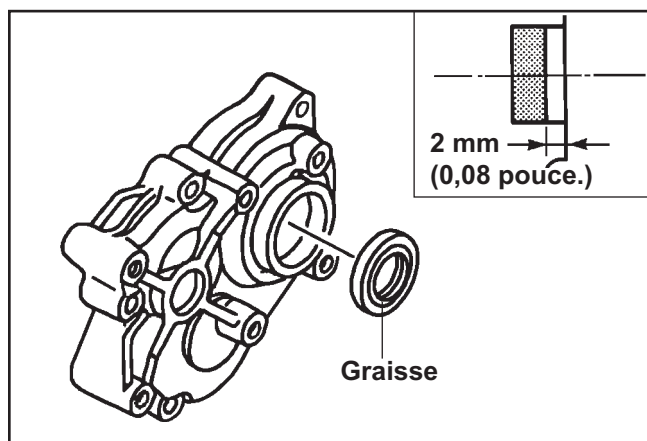

Figure 11-3. Installation du joint d'huile.
3. Utiliser un outil de montage et installer les joints d'huile du carter (numéros du fabricant visibles) dans le carter et la plaque de fermeture. Les joints doivent être installés à une profondeur de 2 mm (0,080 pouce) sous la surface extérieure. Voir la figure 11-3. Appliquer un léger revêtement de graisse au lithium pour sceller les lèvres lors de l'installation.